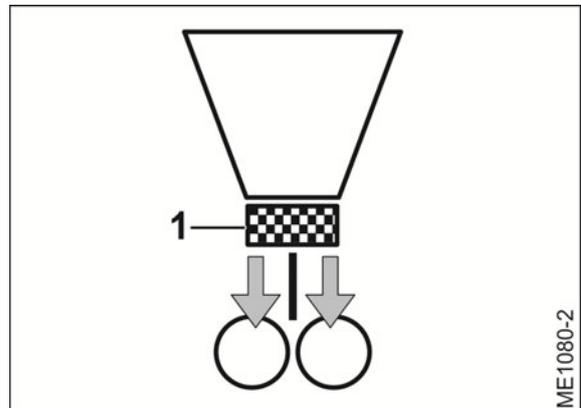

Fig. 92
- le doseur (Fig. 92/1) alimente les deux tête de distribution uniformément en semence ou en engrais.